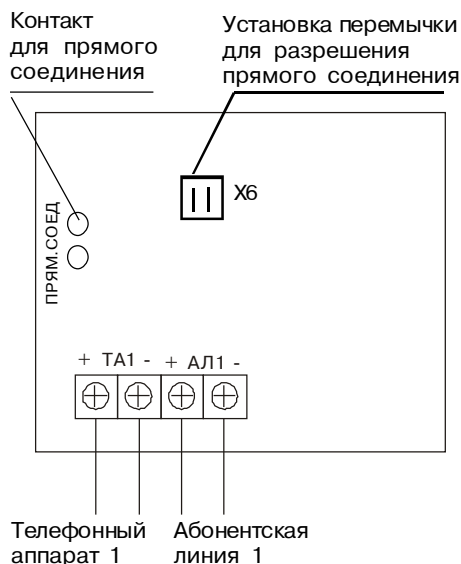

Рис.5
1.3.2.1 Схема внешних подключений МАД приведена на рис. 5.
3. Подключите МАД согласно рис.5.